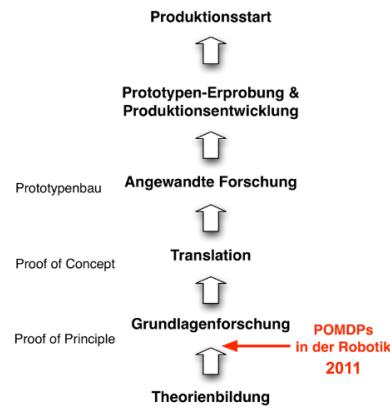

Abbildung 72: POMDPs – Technologieeinordnung
- Die Übertragung der Theorie auf Robotersteuerungen wird gerade erforscht. Abbildung 72 zeigt eine Einordnung aktueller Technologien.